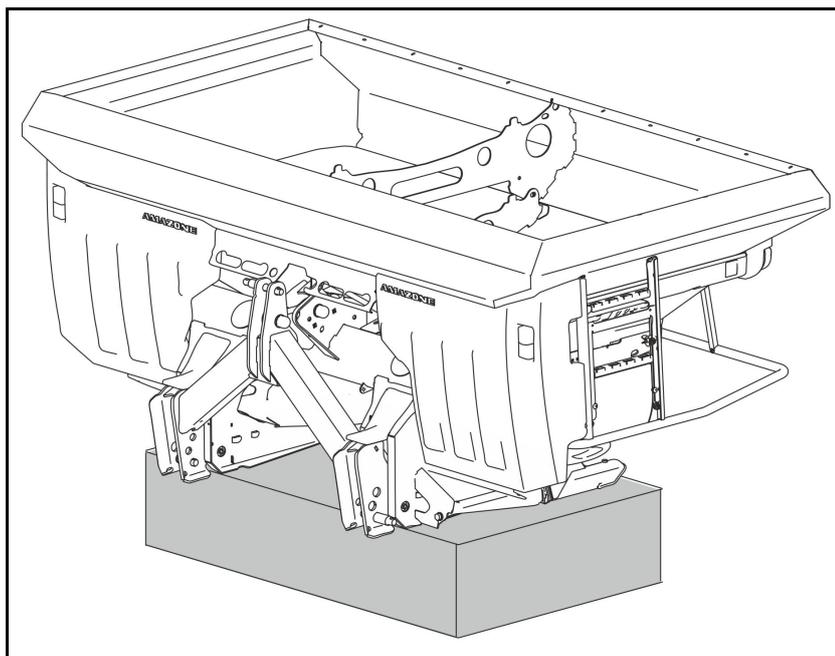

図. 44
2. 蝶ナット(図. 44/1)を外します。
3. 必要なシャッター位置を目盛り(図. 44/2)で探します。
4. 設定レバー表示器(図. 44/3)の読み取りエッジ(図. 44/4)を目盛りの値に設定します。